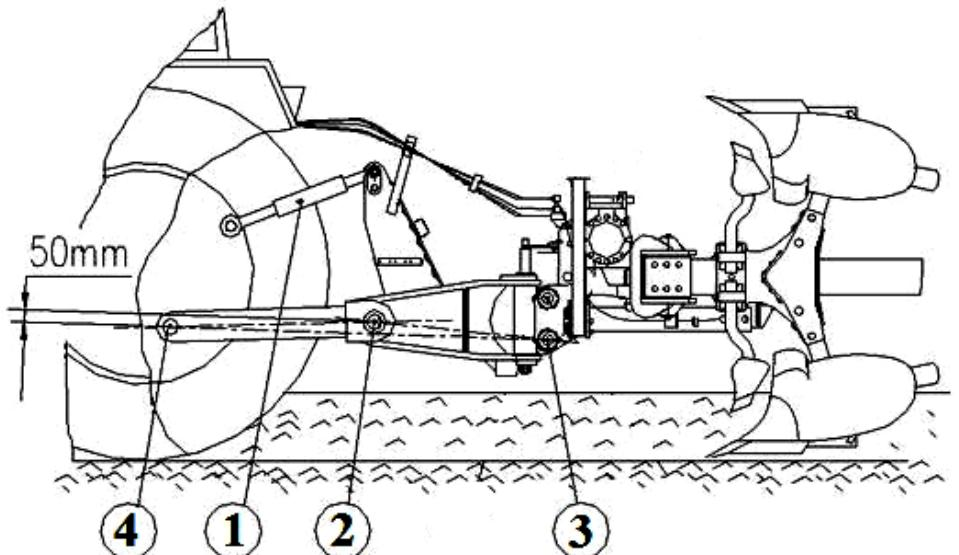

Рисунок 3.
Для оптимальной нагрузки переднего моста трактора необходимо, чтобы верхняя тяга трактора 1 (рис. 3) была нагружена на сжатие (давление). Поэтому стержень подвесного устройства 2 должен быть приблизительно на 50 мм выше относительно воображаемой прямой, образованной соединяющей прямой горизонтального пальца шарнира 3 и шарнирной цапфой нижних тяг трёхточечной навески трактора 4 (Рис. 3).
- Отсоединить верхнюю тягу 1 (рис. 3).
- Отсоединить нижние тяги навески трактора (2) (рис. 3) от нижнего вала навески плуга.